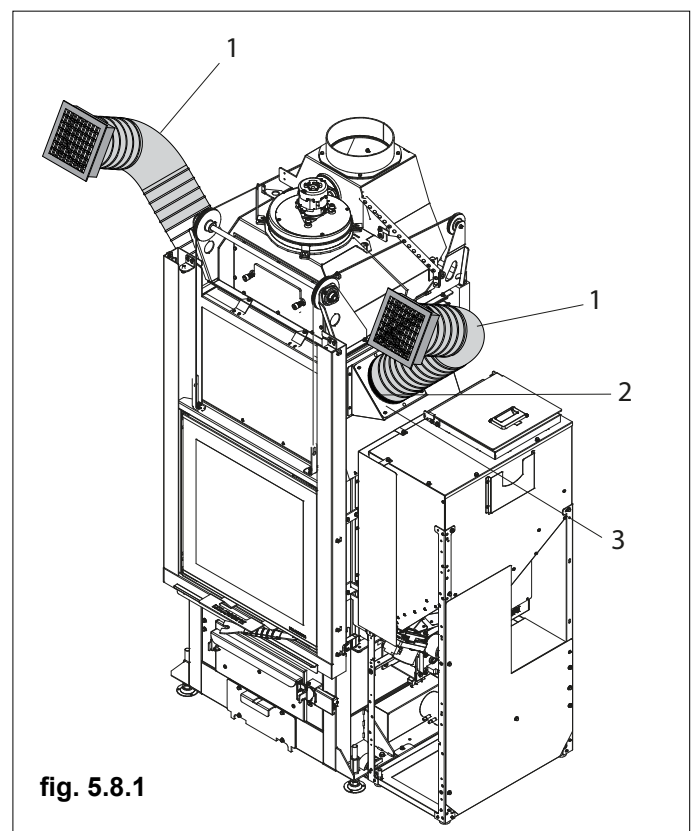

fig. 5.8.1
Das Rohr (1) an den Halsen (3) mit den Schellen (2) befestigen (Abb. 5.8.1).